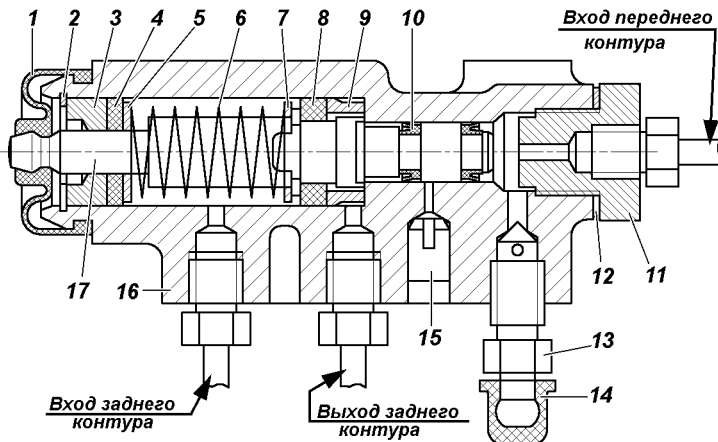
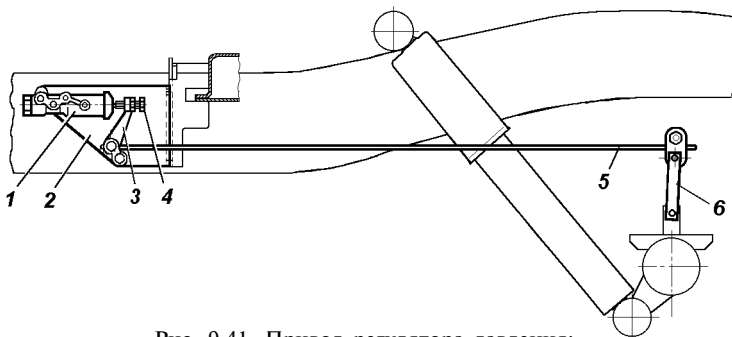

Рис. 9.40. Регулятор давления:
Рис. 9.41. Привод регулятора давления:
Регулятор давления (рис. 9.40). При обслуживании проверяйте работоспособность регулятора давления. Очищайте регулятор от грязи и проверяйте надежность его крепления. Внешним осмотром убедитесь, что регулятор и детали его привода не имеют повреждений, отсутствуют подтекания тормозной жидкости и люфты в соединении стойки с упругим рычагом и кронштейном на заднем мосту.
В процессе эксплуатации и при замене задних рессор необходимо регулировать усилие упругого рычага 5 (рис. 9.40) на поршень регулятора. Регулировку производить в следующей последовательности:
3. Завернуть болт 4 (см. рис. 9.41) до соприкосновения его с хвостовиком поршня 17 (см. рис. 9.40) регулятора:
и правильно выполненной регулировке привода должно быть некоторое опережение блокировки передних колес относительно задних. В случае опережающей блокировки задних колес дополнительно отвернуть болт 4 (см. рис. 9.41) на 1-2 грани головки болта и повторить проверку при движении автомобиля.